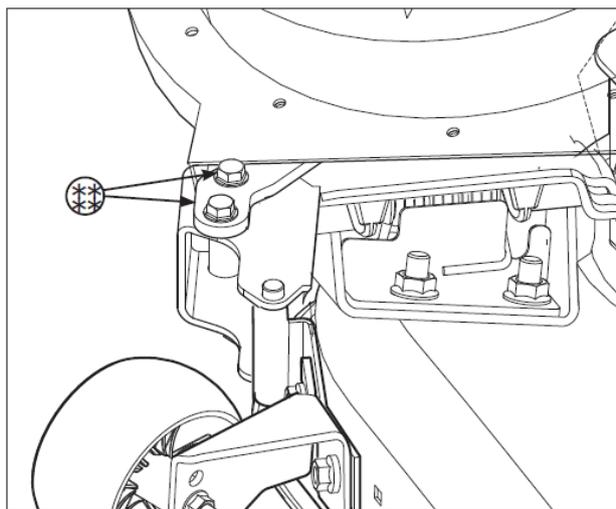

図 24
6. 図 24 に示されているように、ブLOWER Assy のボルトとナット(****)をしっかり締めてください。